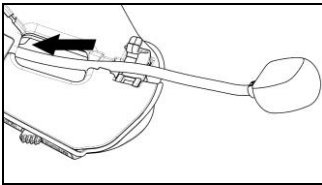

Fig. 14
- Positionnez le microphone à la longueur souhaitée en faisant glisser la partie excédentaire à l'intérieur du revêtement de la joue (Fig. 14).